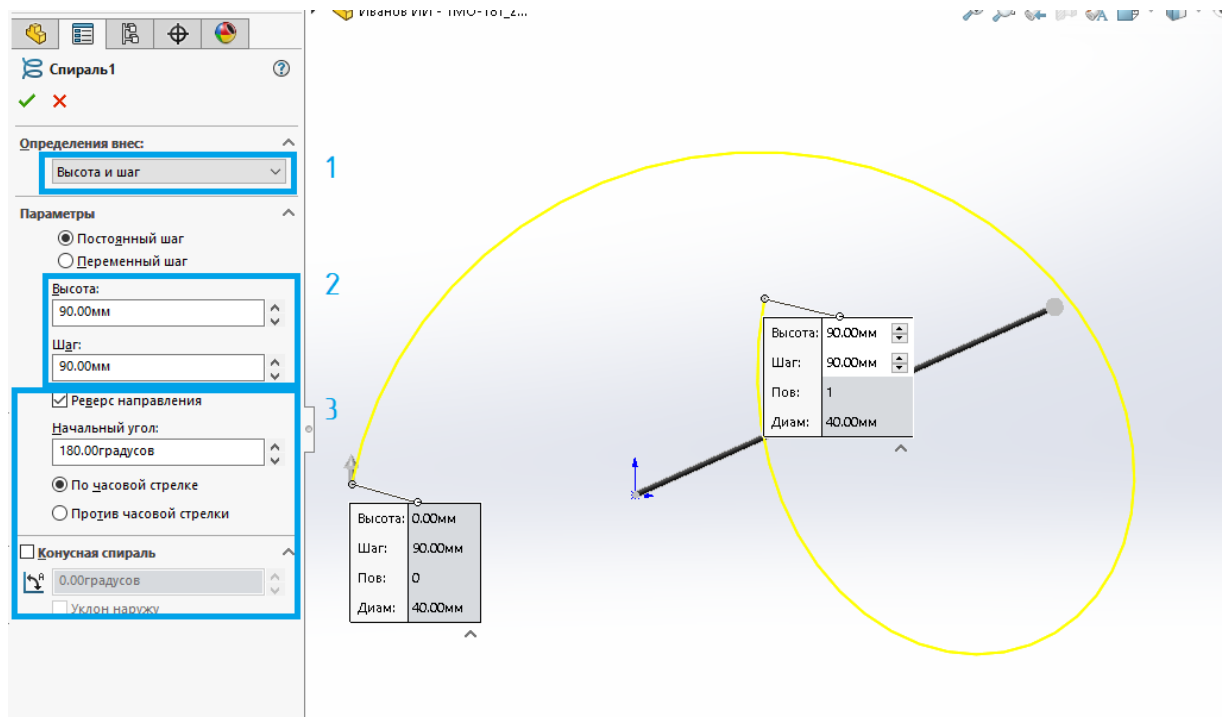

Рис. 5. Построение спирали
6. Нажимаем ЛКМ на полученный эскиз в дереве построения и используем инструмент *Элементы – Кривые – Геликоид и спираль* . В открывшемся окне (рис. 5) выбираем изменение *Высоты и шага* (1), значения которых задаем согласно варианту (2), и проверяем остальные настройки спирали (3). После чего нажимаем галочку в верхней части панели .